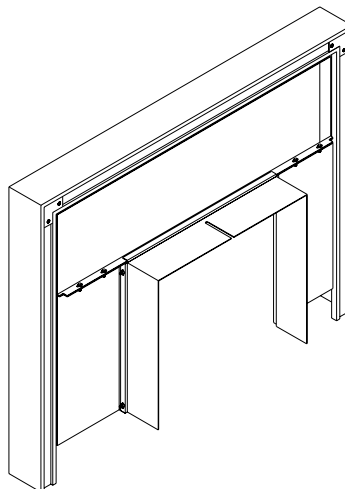

Figure 5
- D. Faites ensuite en sorte que les trous s'alignent en poussant les côtés et insérez tous les boulons (tête lisse apparente) sans trop les serrer. Alignez les bords de la partie supérieure et de la partie latérale de la garniture, serrez les deux boulons qui les unissent avant de serrer les boulons sur le côté. Faites de même de l'autre côté de la garniture (voir la figure 5).